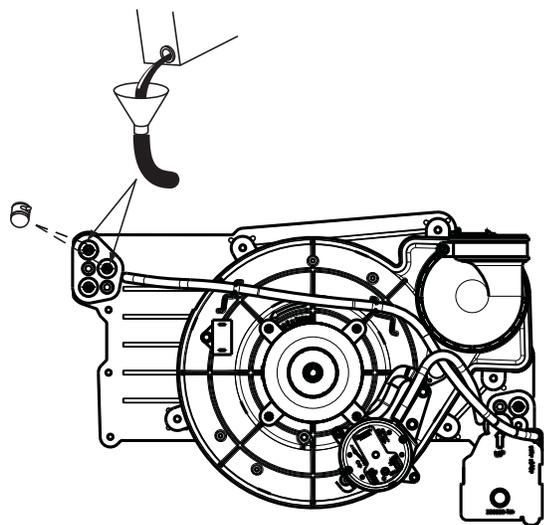

Fig. 64 – Amorçage du siphon de condensat
4. Retirez le bouchon supérieur en caoutchouc inutilisé de l'orifice de la boîte collectrice à l'opposé du siphon de condensat. Consultez la fig 64.
9. Retirez le bouchon central en caoutchouc inutilisé de l'orifice sur la boîte collectrice, à l'opposé du siphon de condensat. Consultez la fig. 64.